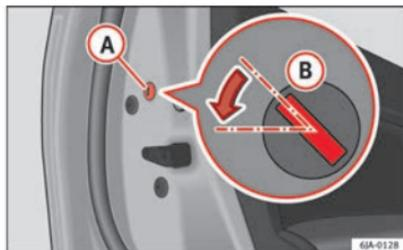

Fig. 47 Porta traseira: trancar de emergência.
- Retire a tampa **A** ⇒ Fig. 47.